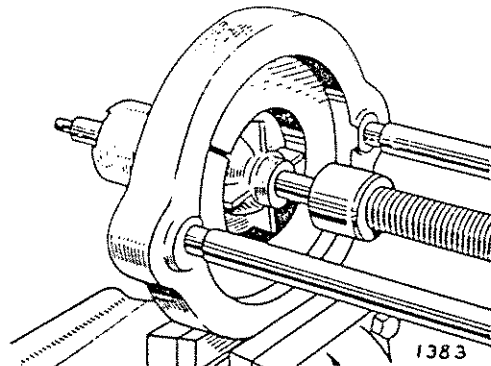

Abb. 9 Abpressen des Pumpenrades von der Welle
1. Teile (14 und 15) entfernen und Riemenscheibe (13) abziehen.
2. Zum Entfernen von Pumpenrad (24) und Abdichtung (23) muß ein Churchill Spezialwerkzeug Nr. FTS 127 mit der Presse S. 4221 A verwendet werden. (siehe Abb.9).
3. Sprengring (12) abnehmen und Welle mit Kugellager heraustreiben.
4. Nabenhaube (8), Sprengring (18), Unterlegscheibe (9) und Scheibenfeder (19) von der Welle (17) nehmen und die Teile (10 und 11) abpressen.